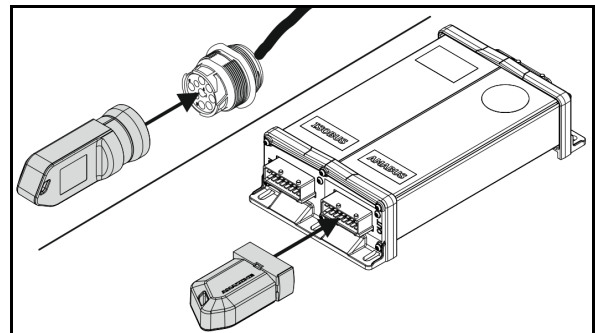

Bild 30
5. Styrbara bromsrullar (Bild 30/1) fram:
- o montera och fixera med låssprint (Bild 30/2) eller
6. Fasta rullar (Bild 30/3) bak:
- o montera och fixera med fjädersprintar (Bild 30/4) i de nedersta hålen,
Vid monteringen av de fasta rullarna måste man se till att bulten (Bild 30/5) går helt igenom hålet på ramen och fixerar rullarna i på längden.